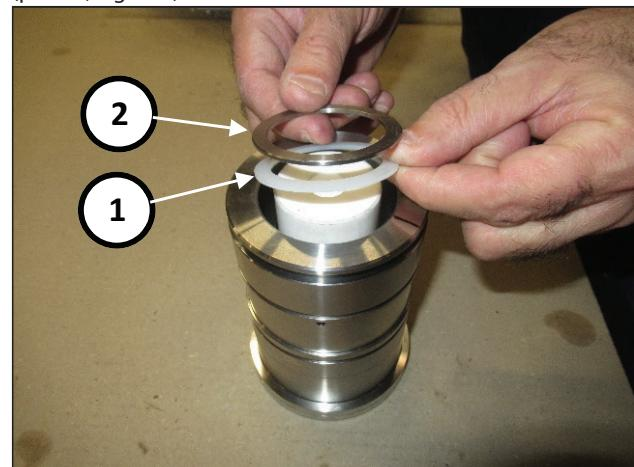

Fig. 182
Insira o anel anti-extrusor (pos. ①, Fig. 182) e anel de suporte (pos. ②, Fig. 182).